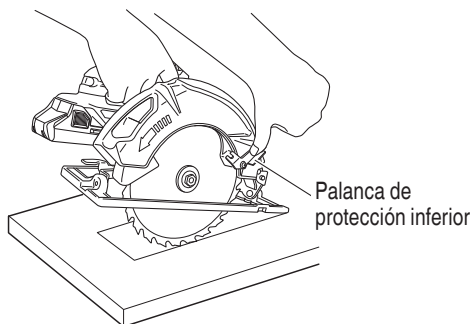

Fig. 32
1. Marque claramente el área de corte deseada con líneas en todos los lados. (Consulte la Fig. 32.)
3. Empuje la palanca completamente hacia atrás para que la cuchilla quede expuesta como se muestra en la Fig. 32.